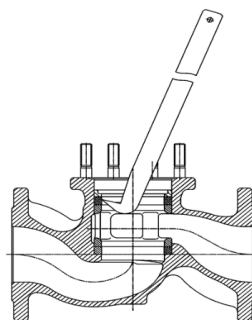

Bild 2
- » Druckstück (Pos.19) und oberen Ventilring (Pos.14) mit Ringziehhaken herausziehen (siehe Bild 2)
- » Druckstück (Pos. 19) und oberen Ventilring (Pos. 14) mit Ringziehhaken herausziehen (siehe Bild 2)